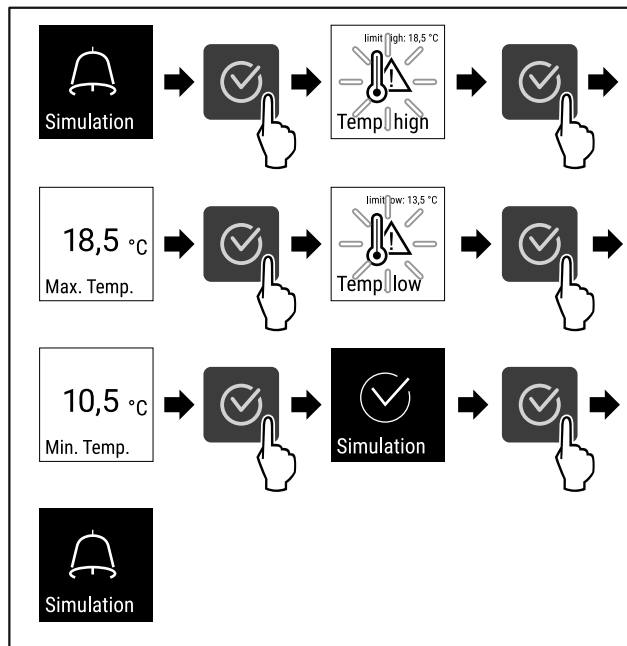

Fig. 109
- ▶ Udfør handlingstrinene (se Fig. 109) .